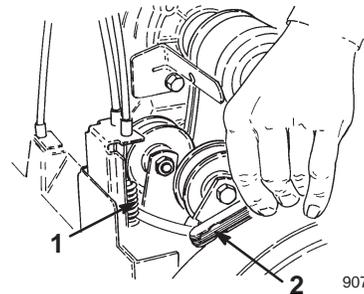

Bild 29
5. Halten Sie den Hebel und führen Sie eine 0,25 mm Fühlerlehre bei einer Spule in der Mitte der Feder ein (Bild 29).